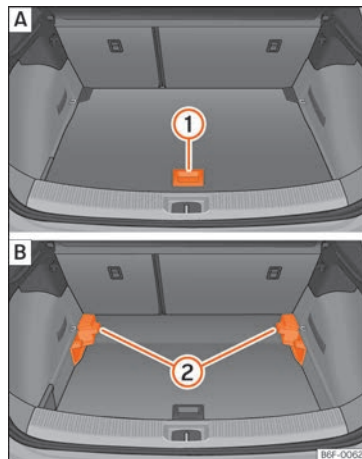

Fig. 165 Suelo variable del maletero: **A** posición alta; **B** posición baja.
- Levante el piso por el asidero » » fig. 165 ①, tire de él hacia atrás hasta que la parte delantera del piso rebase totalmente los soportes ②.
- Haga desplazar sobre estos el piso hacia adelante hasta que haga tope en el respaldo de los asientos posteriores y, a continuación, baje el piso con el asidero ①.